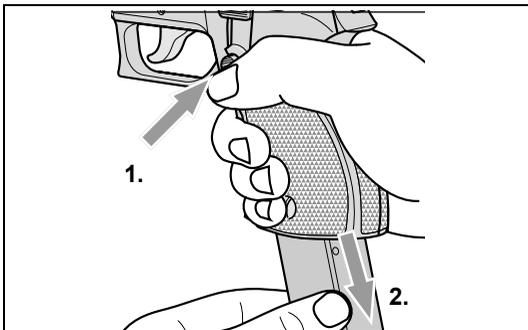

Fig. 2, Enlèvement du chargeur
1. Enlevez le chargeur vide (voir Fig. 2).
3. Actionnez l'arrêt de chargeur **43** et enlevez le chargeur (voir Fig. 2).
- Actionnez l'arrêteur de chargeur **43** et enlevez le chargeur (voir Fig. 2).